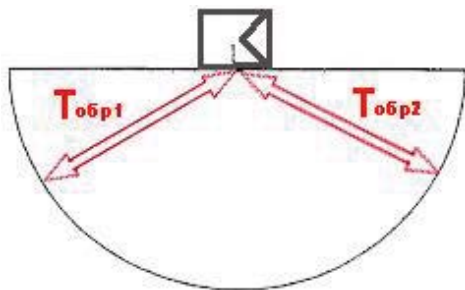

Рис. 3-12 Путь УЗ луча в образце СО-3
5. В то же время, происходит отражение сигнала внутри образца и колебания начинают двигаться по пути $T_{обр2}$, достигают дна, отражаются, вновь доходят до точки ввода по пути $T_{обр2}$ (рис. 3-12).